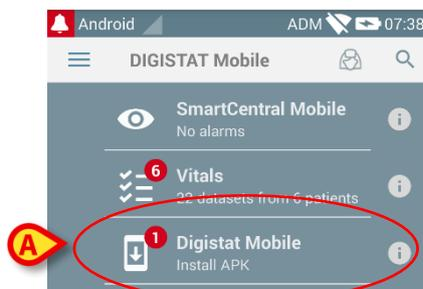

Abb. 15
- Berühren Sie die Zeile in der Abb. 15 **A** angezeigt.